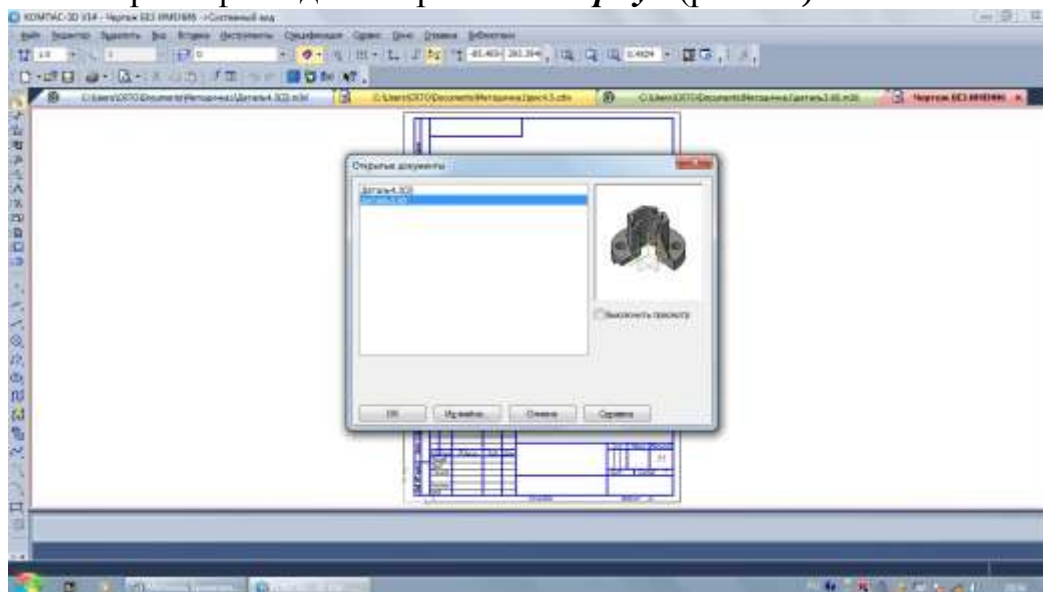

Рис. 11. Выбор файла модели
4. Выберите файл для открытия – **Корпус** (рис. 11).